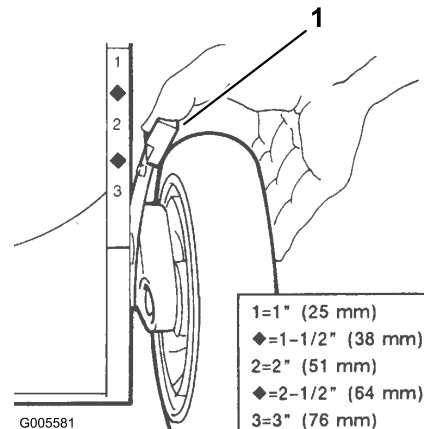

Figura 14
3. Apriete la palanca de ajuste de la altura de corte hacia la rueda (Figura 14) y muévela a la posición deseada.